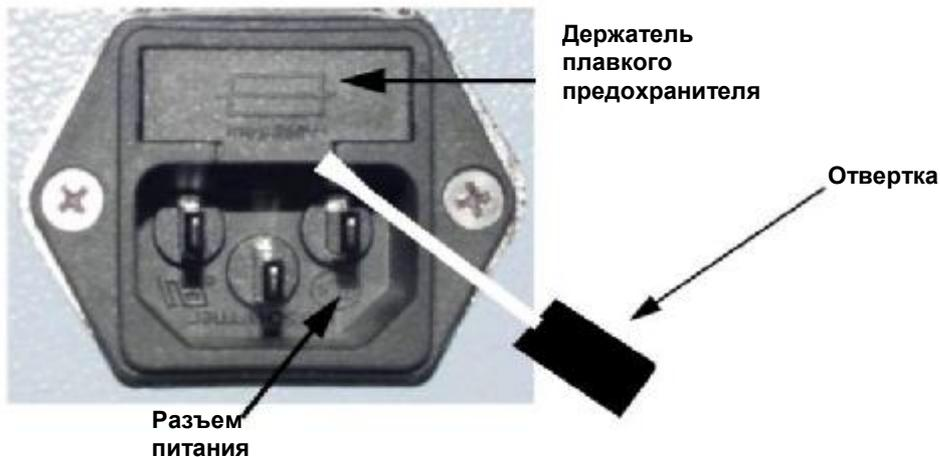

Рисунок 1-6. Извлечение держателя плавкого предохранителя.
2. Вставьте небольшую отвертку (или похожий инструмент) между разъемом питания и держателем плавкого предохранителя (Рисунок 1-6). Затем, аккуратно выньте держатель плавкого предохранителя из прибора.